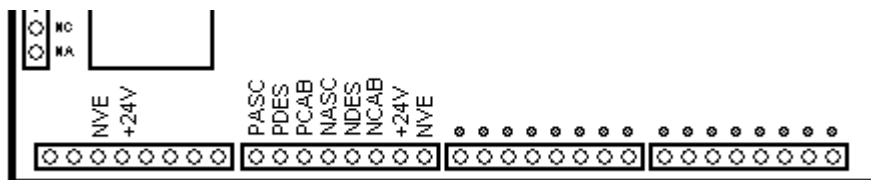

Figura 9
- El pulsador de cabina a la parada N se conecta al terminal de E/S digital del piso N, y a los terminales PCAB y NCAB (Figura 9)
- El pulsador de llamada ascendente a la parada N se conecta al terminal de E/S digital de la parada N, y a los terminales PASC y NASC (Figura 9)
- El pulsador de llamada descendente del piso N se conecta al terminal de E/S digital de la parada N, y a los terminales PDES y NDES (Figura 9).
En el circuito de la Figura 9, los LEDs de registro activos destellan. Para eliminar este destello, se pueden conectar los LEDs de registro según la figura Figura 10.